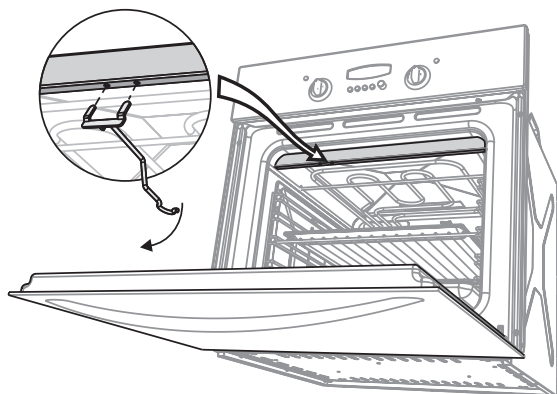

Рис.15
- Установите крючок, для чего вставьте «усы» крючка в пазы верхней полки слева проема духовки и опустите крючок вниз (рис. 15).